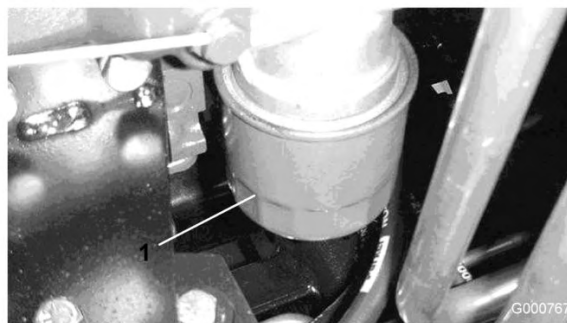

Figura 43
2. Togliete il filtro dell'olio (Figura 43). Applicare un velo di olio pulito sulla tenuta del nuovo filtro prima di avvitarla. Non serrate troppo.